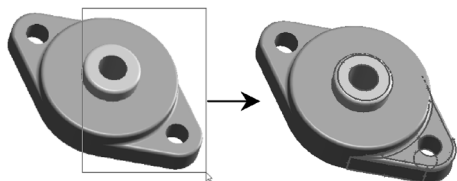

图 1-13 框选选择对象
- **框选：**可以通过拖动选框来选择对象，利用鼠标在对象周围拖出一个方框，方框内的对象将全部被选中，如图 1-13 所示。可以在选取对象时按住〈Ctrl〉键，通过拖动多个选框来选择多组对象。